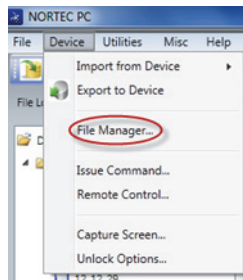

Abbildung 6-21 Befehl File Manager
- ◆ Wählen Sie im Menü **Device** von NORTEC PC **File Manager** aus (siehe Abbildung 6-21 auf Seite 349).